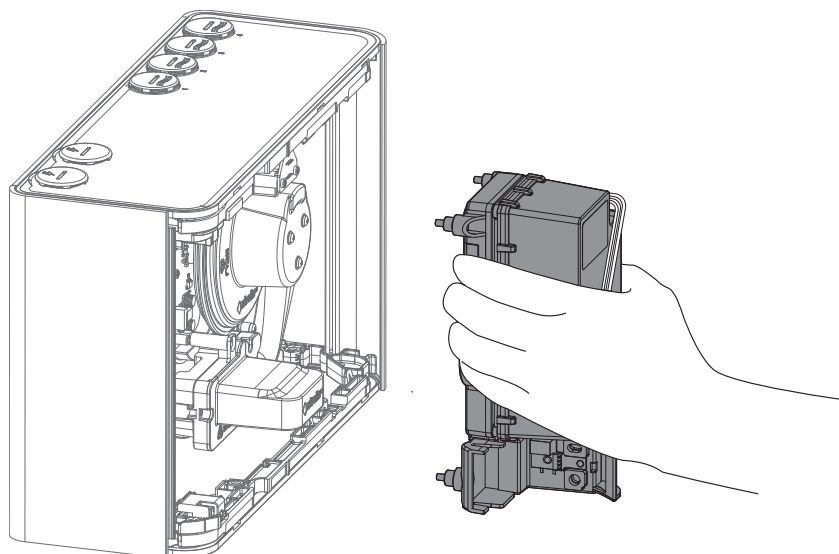

Figura 7-18: Instalación de la cámara
3. Vuelva a instalar la cámara como en la Figura 7-18. Tenga cuidado de mantener los haces (A) y (B) en la posición indicada para evitar que queden atrapados entre la cámara y otros componentes del detector.